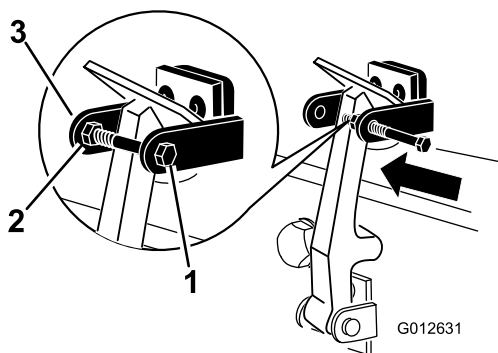

**Figura 7**
8. Montai urubul la celălalt bra al suportului clișetului capotei pentru a bloca clișetul în poziție (Figura 7). Strângei urubul, dar nu strângei piulița.